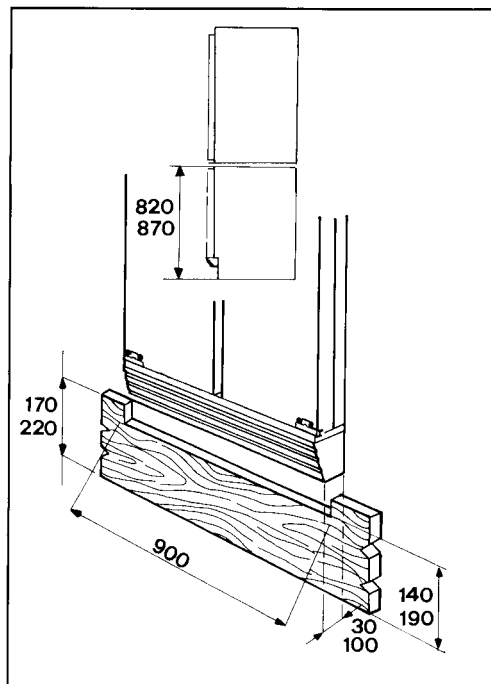

Fig. 10
- Con altezza dello zoccolo da 140 a 170 mm eseguire sullo stesso uno scarico come indicato (Fig. 10).
- Con altezza dello zoccolo da 190 a 220 mm eseguire lo scarico come indicato (Fig. 10).